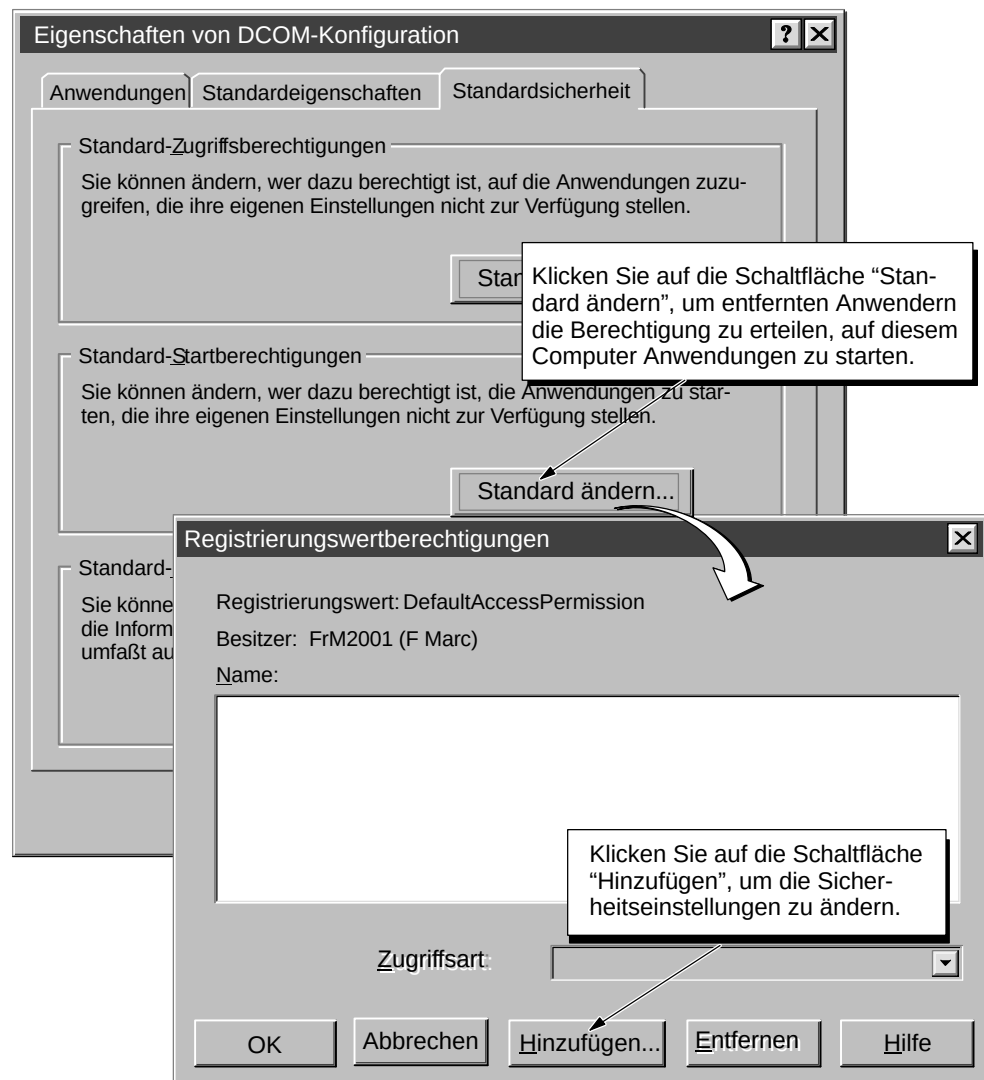

Bild E-17 Einrichten der Standard-Startberechtigungen für DCOM
1. Klicken Sie auf die Schaltfläche "Standard ändern" für "Standard-Startberechtigungen", um das Dialogfeld "Registrierungswertberechtigungen" anzuzeigen (siehe Bild E-17).